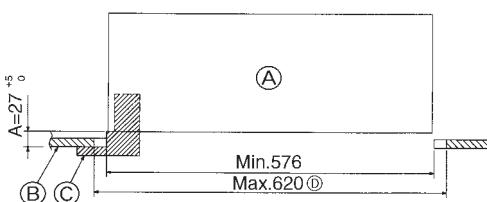

Fig. 8-2
8.2. Подготовка к установке вентиляционной решетки (Fig. 8-2)